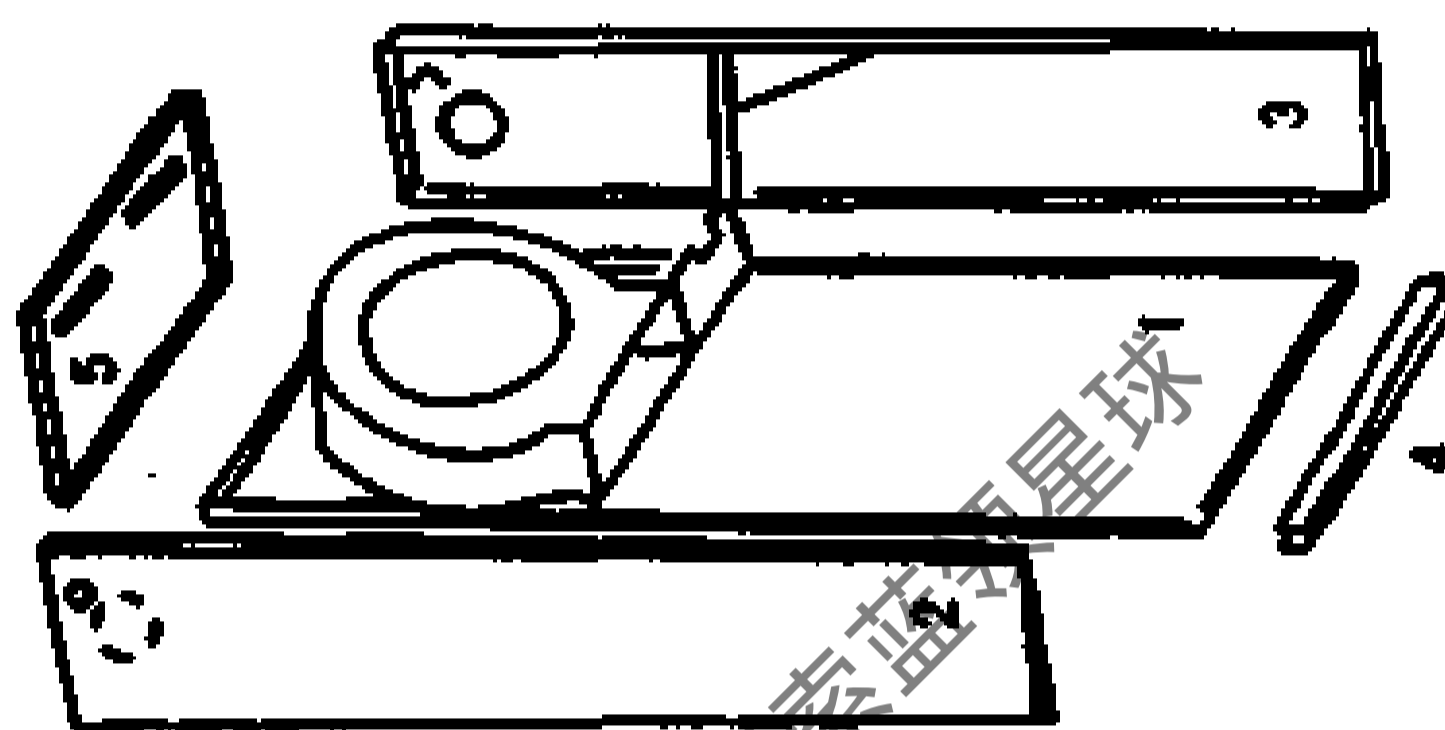

图 17-2-17
(14) 松開箱體背後的 9 顆螺釘和底盤上 6 顆螺釘，即可將整台機拆散。如图 17-2-17。说明：两匹新柜机外形与 3 匹“B”型机相似，高度矮 100mm，厚度薄一些。进风格栅上部固定方式改为磁铁吸紧，电控盒下移到底盘上。风轮改小了，防尘网与道风圈装在一起。